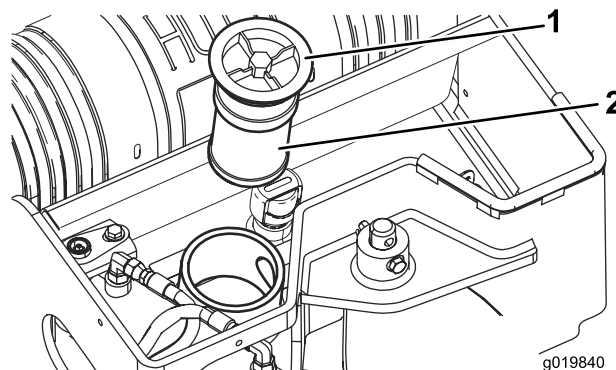

Figura 58
5. Pulite l'area intorno al collo del bocchettone del serbatoio idraulico e rimuovete il tappo ed il filtro dal collo del bocchettone usando una chiave a tubo (Figura 58).